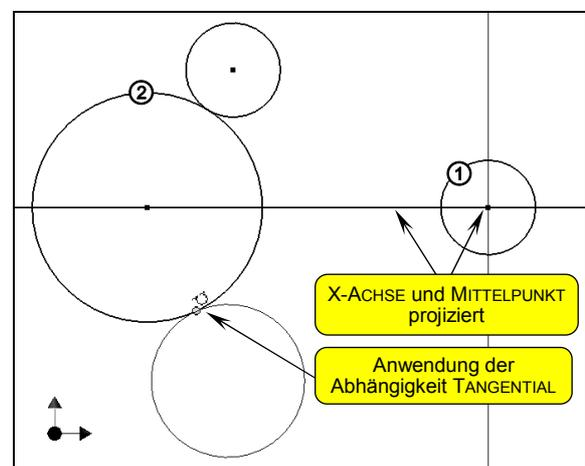

Abb. 1 Zugmodus für den 4. Kreis
Zeichnen Sie 3 weitere Kreise ähnlich der Abb. 1). Kontrollieren Sie dabei im Zugmodus, dass Inventor an den Berührungspunkten zum Kreis ② jeweils die Abhängigkeit **TANGENTIAL** anwendet (ab Inventor 8 möglich).